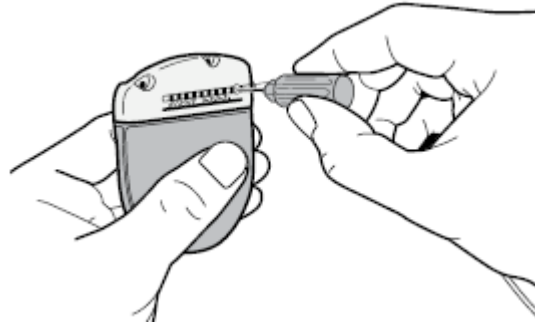

Figura 24. Inserción de la llave dinamométrica en el cabezal del GII
8. Pase la llave dinamométrica a través de la hendidura en el diafragma situado en el lateral del cabezal del GII (Figura 24).